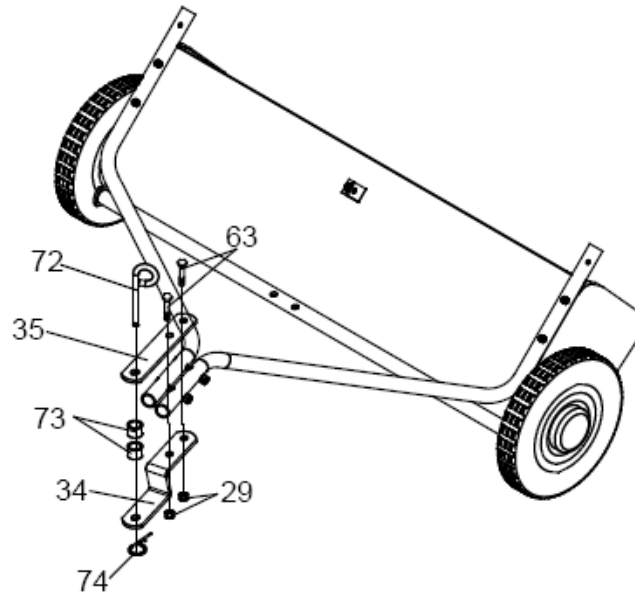
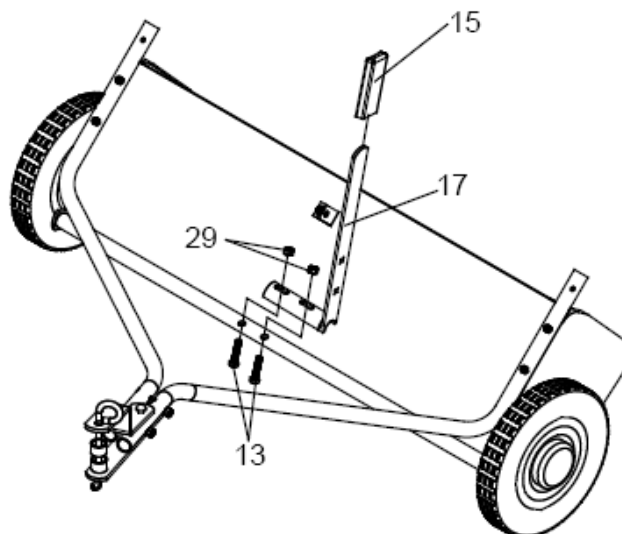

Abbildung 4
Abbildung 5
- Besitzt Ihre Anhängerkupplung eine Bodenfreiheit von 203-279 mm, so tauschen Sie die Position E und D (siehe Abbildung 4) gegeneinander aus und setzen die Montage der Anhängerkupplung fort, bei einer Bodenfreiheit von 279-330 mm, brauchen Sie nichts zu tauschen.
- Verbinden Sie mit den beiden Sicherungsmuttern (29) und die Sechskantschrauben (63), die Kupplungsbügel mit den Kupplungsrohren (C und H). Ziehen Sie diese vier Schrauben fest!
- Anschließend befestigen Sie den Haken (72) und die Buchsen (73) an den Kupplungsbügeln. Sichern Sie den Haken (72) nun mit dem Splint (74) (siehe Abbildung 5).
- Verbinden Sie den Höhenverstellhebel (G) mit dem Höhenverstellrohr. Dazu benutzen Sie zwei Sechskantschrauben (13) und zwei Sicherungsmuttern (29). Ziehen Sie die Schrauben noch nicht fest!
- Befestigen Sie den Griffschutz (15) am Höhenverstellhebel (G)
- Schrauben Sie den Höhenverstellhebel (G) mit den Schrauben (13) und den Sicherungsmuttern M8 (29) fest (siehe Abbildung 5).